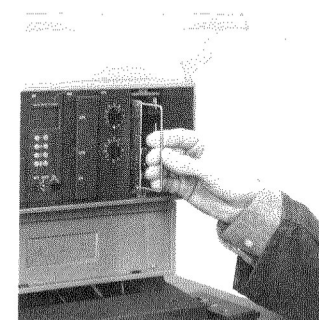

Abb. 2 Herausziehen einer Leiterplatte (diese Abb. gilt generell für das Herausziehen einer beliebigen Leiterplatte)
3. Leiterplatte mit dem Montagebügel herausziehen (Abb. 2).